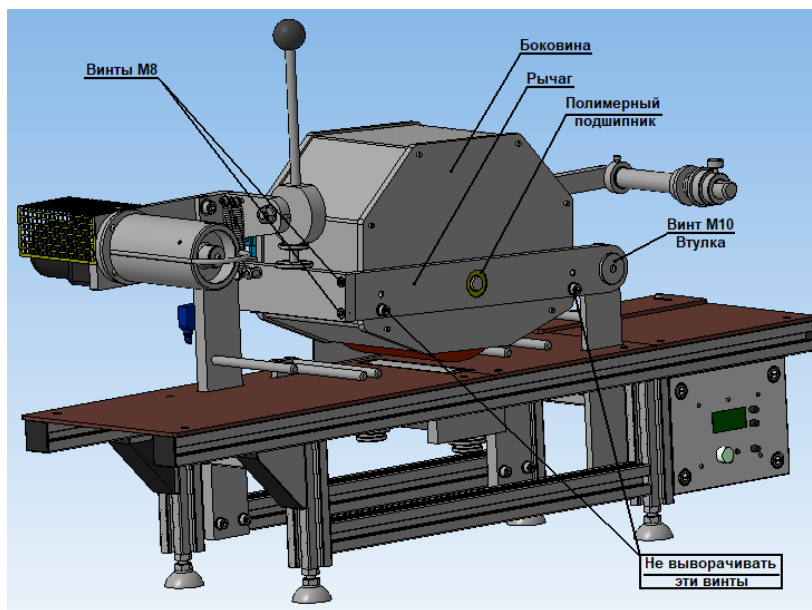

Рис.3
3. Выверните два винта М8, выверните винт М10, демонтируйте втулку и снимите боковину вместе с рычагом (Рис.3). Полимерный подшипник установлен с тепловыми зазорами и может как сняться вместе с рычагом, так и остаться на валу. Если он остался на валу, снимите его.